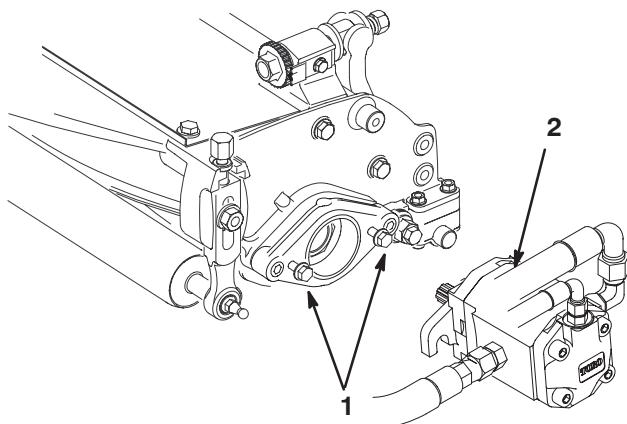

Figure 20
9. Installez les vis de fixation du moteur d' entraînement des cylindres sur chaque plateau de coupe. Laissez dépasser environ 13 mm du filetage des vis de fixation (Fig. 20).
11. Lubrifiez l' arbre cannelé de chaque moteur avec de la graisse propre, puis montez le moteur en le tournant dans le sens horaire de sorte que ses brides évitent les goujons. Tournez le moteur dans le sens anti-horaire jusqu'à ce que les brides encerclent les goujons, puis serrez les vis de fixation (Fig. 20).